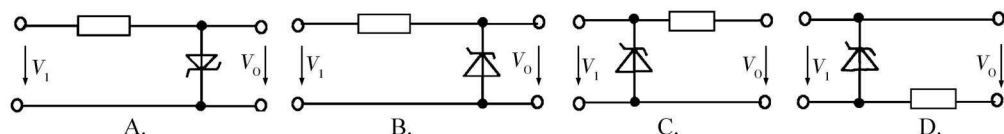

图 1-1-8
8. 在图 1-1-8 所示的电路中, 正确的并联型稳压电路为 ()。